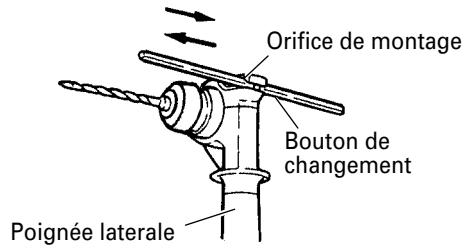

Fig. 16
7. Utilisation de la quenouille (Fig. 16)